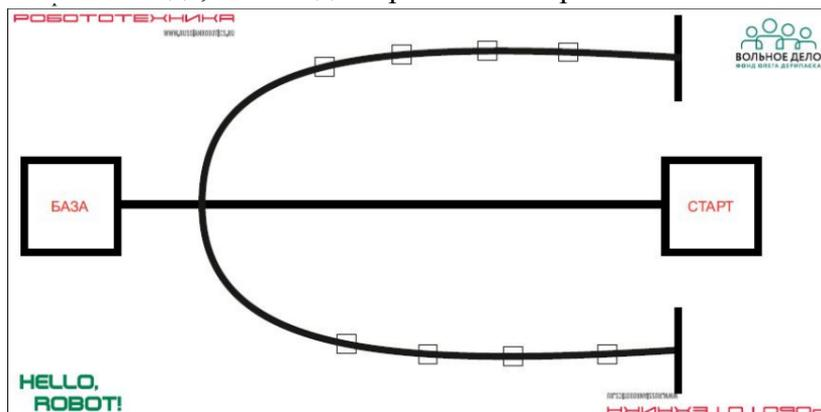

Рисунок 1 – Пример игрового поля
2. Поле представляет собой белое основание с черной линией траектории шириной 18-25 мм (рисунок 1).